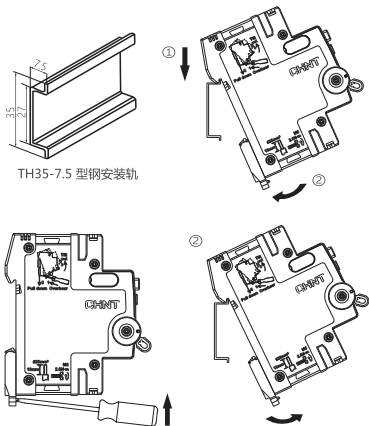

图3 安装、拆卸示意图
5.2 采用 TH35-7.5型安装轨安装，安装、拆卸如下图3